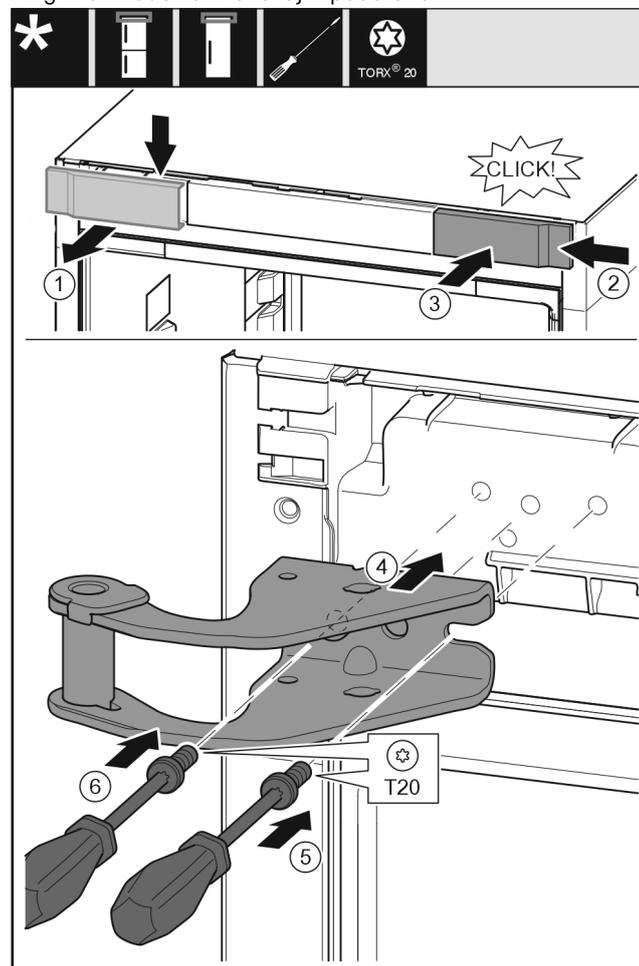

Fig. 10
- ▶ Pokrov snemite od zgoraj v smeri naprej. Fig. 10 (1)
- ▶ Pokrov, obrnjen za 180°, namestite na drugi strani z desne strani. Fig. 10 (2)
- ▶ Zataknite pokrov. Fig. 10 (3)
- ▶ Pristavite zgornji ležajni podstavek. Fig. 10 (4)
- ▶ Vijak vstavite z izvijačem T20 in ga zategnite. Fig. 10 (5)
- ▶ Vijak vstavite z izvijačem T20 in ga zategnite. Fig. 10 (6)